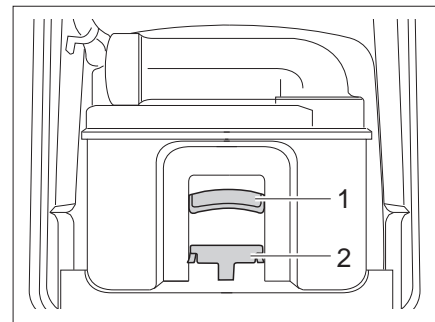

Bild 156 Thetford-Kassette
- Haltebügel (Bild 156,2) nach vorne ziehen um die Toiletten-Kassette zu entriegeln und Kassette am Griff (Bild 156,1) herausziehen.